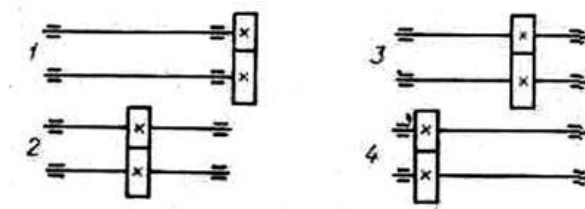

Рис.6.
3.46. Для какой из приведенных передач следует назначить самый большой коэффициент распределения нагрузки по длине зуба (рис. 6)?